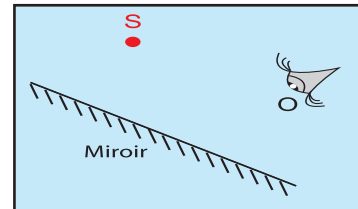

Fig .16
- 4-** Reproduire le schéma (Fig.16) et tracer la marche du rayon lumineux issu du point S qui passe par l'oeil de l'observateur placé au point O ?